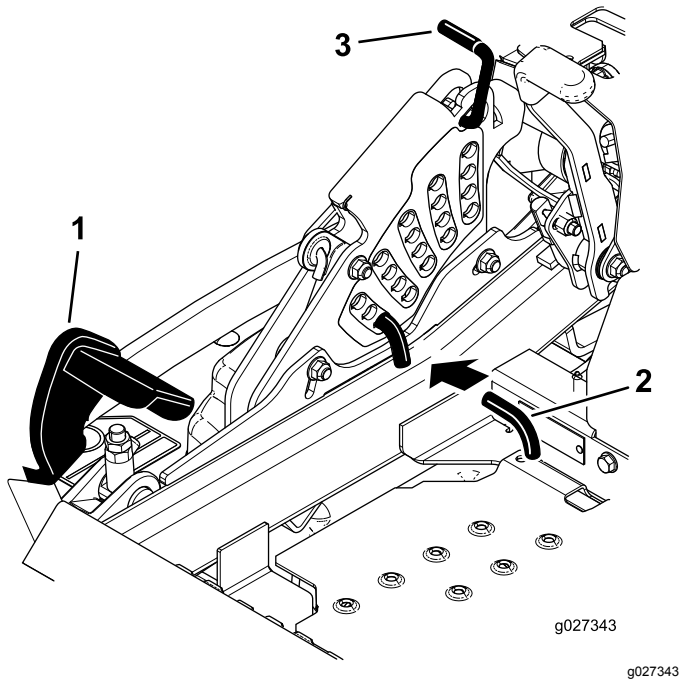

Figure 27
2. Appuyez sur la pédale de levage du tablier avec le pied et levez le tablier en position de transport (qui est aussi la position de hauteur de coupe de 140 mm [5,5 po]), comme montré à la Figure 27.
3. Pour changer de hauteur de coupe, tournez la goupille de 90 degrés retirez-la du support de hauteur de coupe (Figure 27).
4. Placez la goupille dans le trou du support correspondant à la hauteur de coupe voulue (Figure 27).